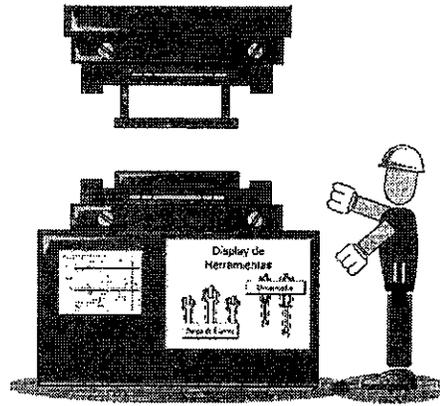

FIGURA 6.13. Mantenimiento autónomo.
3. Mantenimiento autónomo (Figura 6.13) trabajo hecho por el departamento de producción. Aquí los operadores son entrenados en el programa de los 7 pasos (educación y práctica paso a paso) para lograr estos objetivos: establecer las condiciones